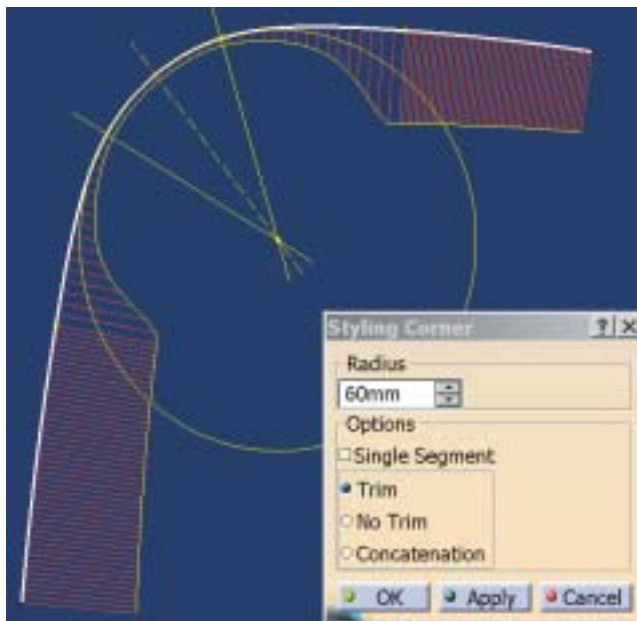

Рис. 17
**Styling Corner** – функция создания скруглений (рис. 17), которая находится в разделе *Others Toolbars* (другие инструментальные средства), так как изначально принадлежала модулю *Free Style*. Она интересна тем, что при единственном числовом параметре (*Radius*) обеспечивает построение сопряженных скругляющих кривых с непрерывностью *G2* (по кривизне), что является главным требованием при создании высококачественных поверхностей. Кривая может быть построена так, что часть скругления (на рисунке это сегмент между двумя прямыми) будет дугой окружности заданного в исходных данных радиуса, а участки, непосредственно прилегающие к исходным кривым, будут обеспечивать непрерывность по кривизне. При этом точки сопряжения названных участков кривой (на рисунке – точки зеленого цвета), а также точку центра окружности, можно динамически смещать с помощью мыши. Красным цветом показана эпора кривизны.